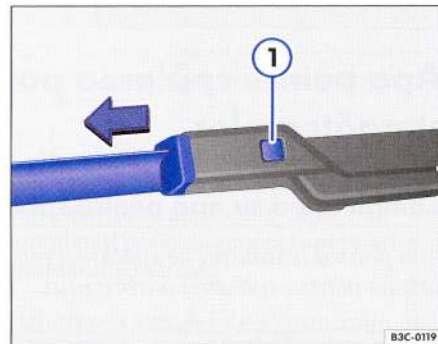

Fig. 19 Înlocuirea lamelor ștergătoarelor de parbriz.
- Mențineți tasta de deblocare ⇒ fig. 19 ① apăsată și trageți lamela în sensul indicat de săgeată.